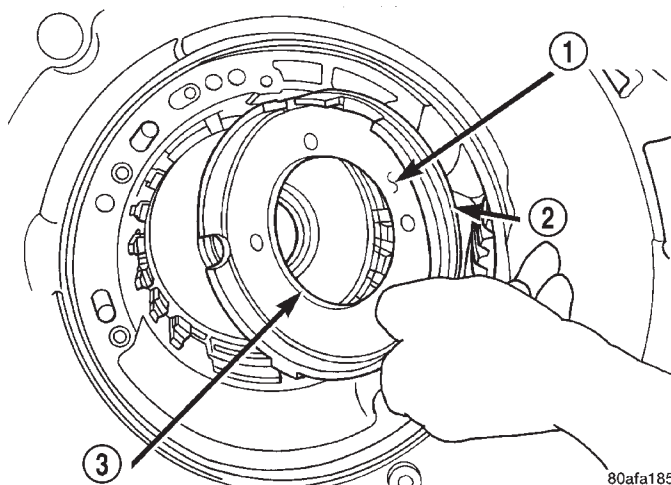

Fig. 73 Desmontaje del émbolo del embrague de baja y marcha atrás
(63) Retire el émbolo del embrague de baja y marcha atrás (Fig. 73).